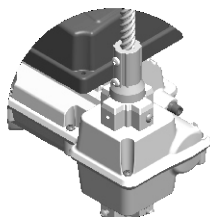

Fig: 4
- Fixar o fuso com parafuso trilobular M5 x 30 mm Fig. 4.
- Fijar el eje con tornillo trilobular M5 x 30 mm Fig. 4.